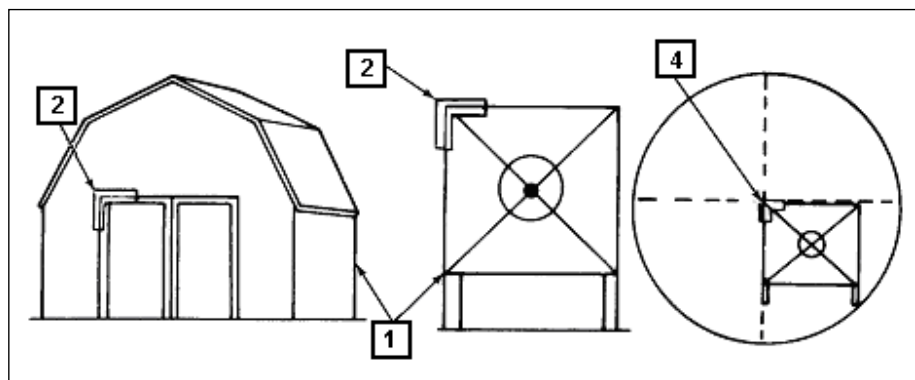

Fig 7-66. Alinhamento óptico da Mtr .50 em ponto nítido ou em painel
c. Alinhamento ótico da Mtr .50 (Fig 7-66 e 7-67)
(1) Generalidades - O alinhamento estabelece o relacionamento entre a linha de visada do periscópio M36E1 e o eixo central do cano da Mtr.
(2) Atividades preparatórias.